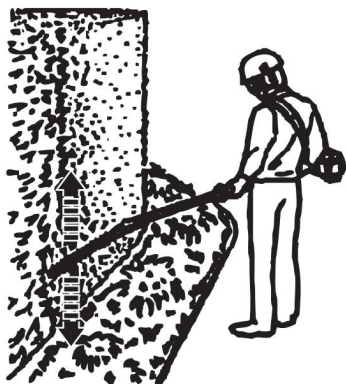

Fig. 59
4. Obetnij obie strony, zaczynając od dołu, w górę, do góry. Zapobieganie to wpadaniu ścinków na ścieżkę obszaru, który ma zostać jeszcze skoszony (rys. 59).